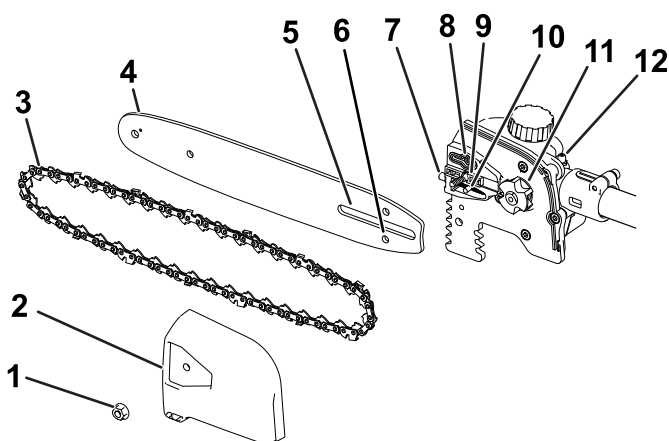

Figure 15
2. Déposez le couvercle latéral; tournez la vis de l'étui du guide-chaîne dans le sens antihoraire jusqu'à ce que la vis puisse être retirée, puis déposez le couvercle latéral (Figure 15).
**Important: Vérifiez que le goujon de réglage de la chaîne est bien inséré dans la fente correspondante sur le guide-chaîne (Figure 15).**
**Vous devez peut-être tourner la vis de réglage de tension de la chaîne pour pouvoir enfiler le goujon dans la fente du guide (Figure 15).**
- Contrôlez la sortie d'huile (Figure 15) et enlevez les débris éventuellement présents.
2. Nettoyez le graisseur avec un chiffon (Figure 15).